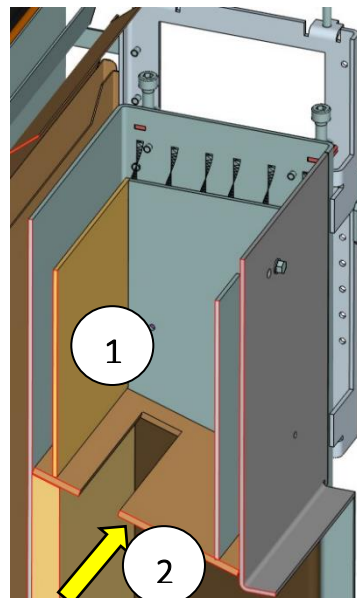

Abb. 43: Ascheraum oben
5. Den Raum oberhalb der Umlenkplatte von Flugasche säubern (Abb. 43 Pos.1). Hier lagern sich große Mengen an Flugasche ab. Die Umlenkplatte (Abb. 43 Pos.2) bei Bedarf (starker Verzug / Beschädigungen / Verschleiß) ersetzen.